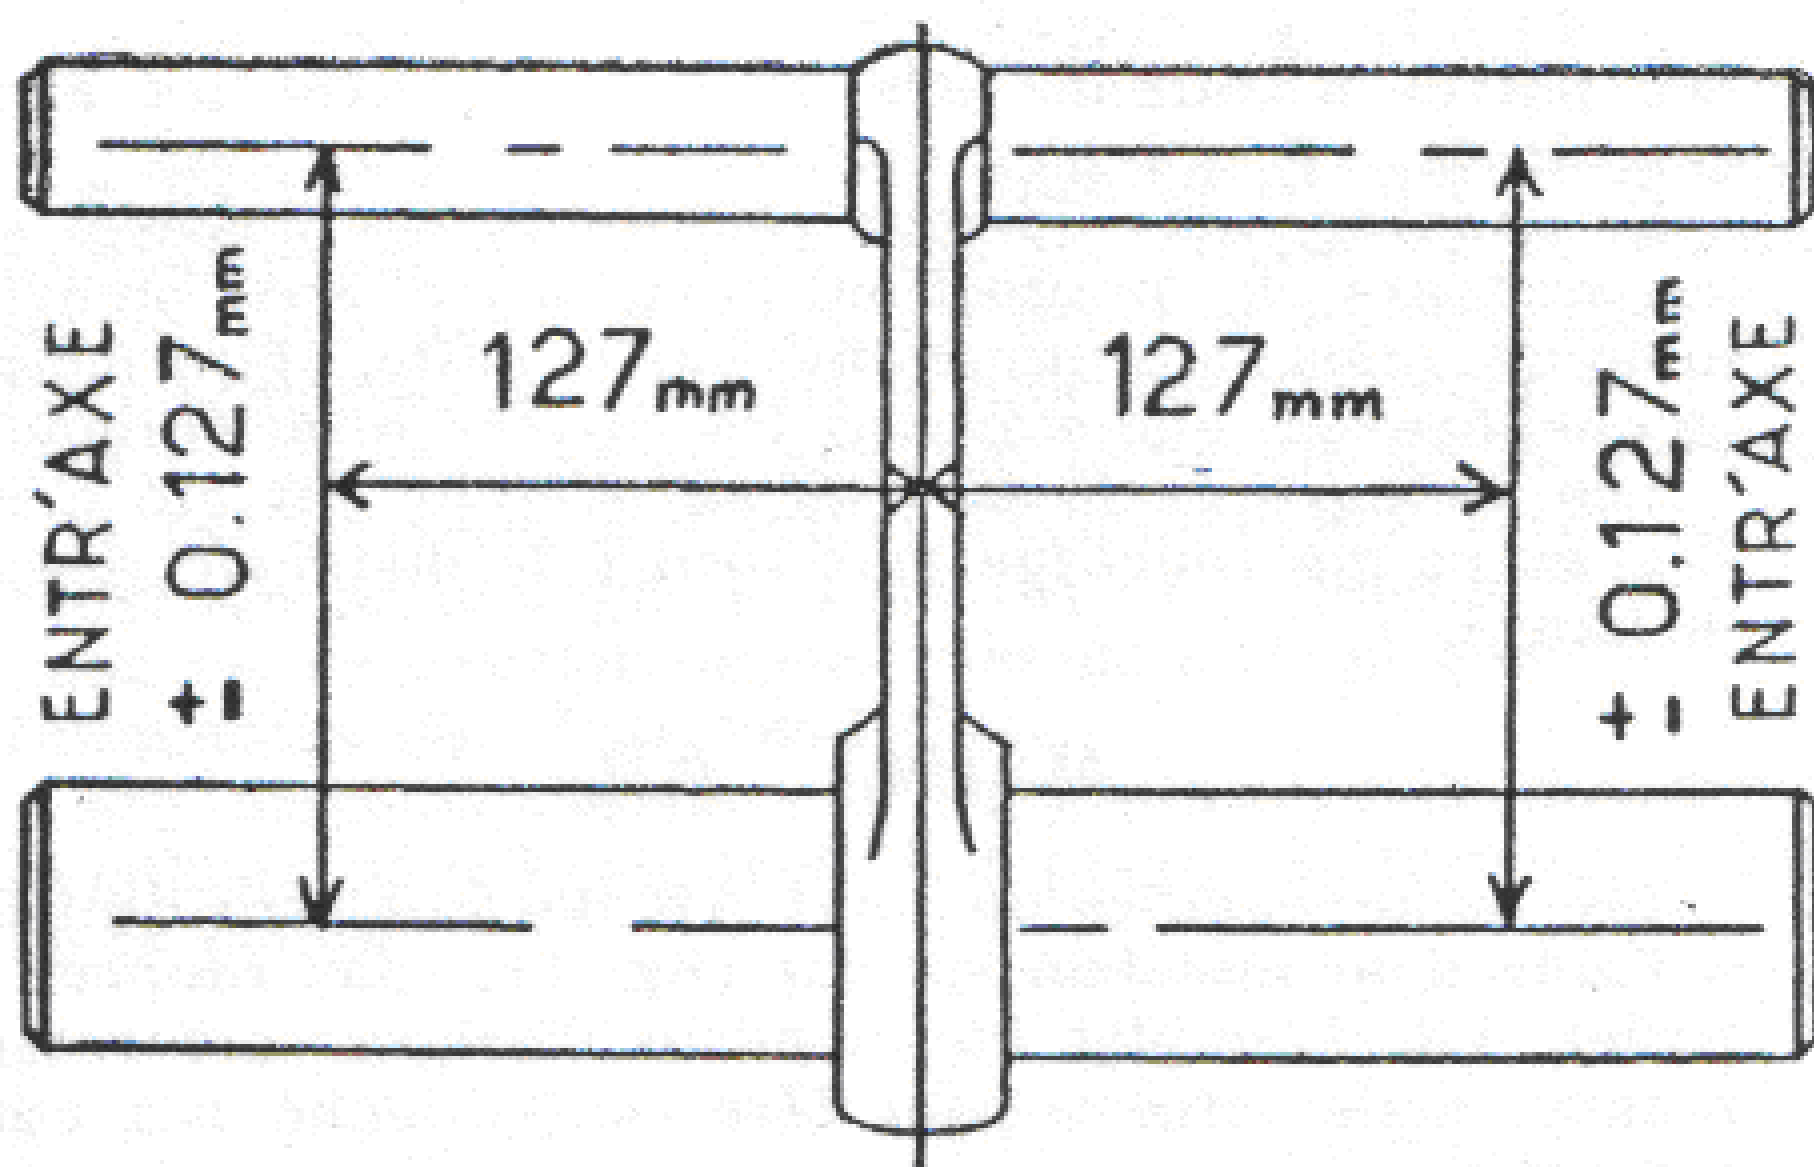

Fig. 13. — Vérification d'une bielle (tolérances du parallélisme des axes).
• Vérifier le parallélisme des axes de pied et tête de bielle, comme indiqué sur la fig. 13, ainsi que la torsion (voir les tolérances au chapitre CARACTERISTIQUES).